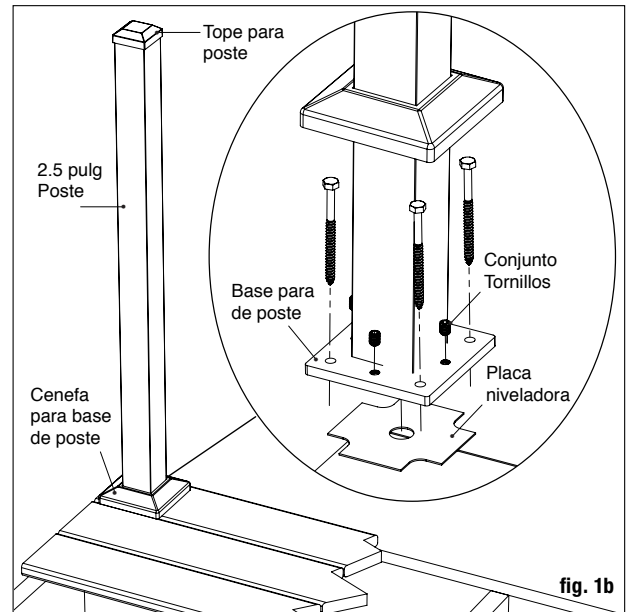

fig. 1b
Paso 2 Coloque el ensamblaje de postes en la ubicación donde irán sujetos a la terraza. En la base vienen incluidos cuatro orificios de montaje de 11/32 pulgadas de diámetro. Cuando se determine la posición final, marque la ubicación de los orificios de la base. Retire el ensamblaje de postes y taladre orificios de 15/64 pulgadas en las ubicaciones marcadas dentro de la terraza y refuerzo (fig. 1b).